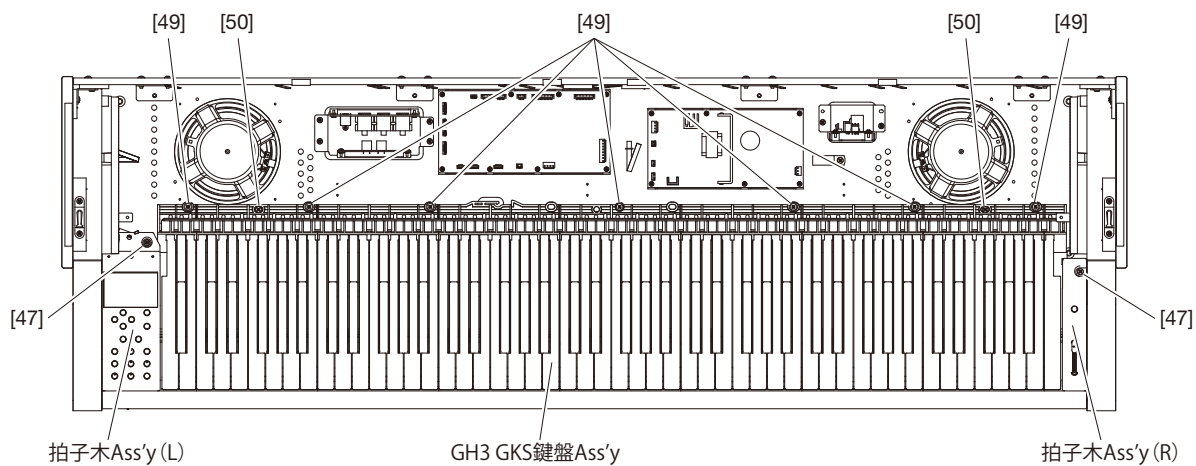

図 12
4. [47]のネジ 1 本外して、拍子木 Ass'y(L)を外します。(図 12)
5. [50]のネジ 2 本と[49]のネジ 7 本外して、鍵盤を外します。(図 12)